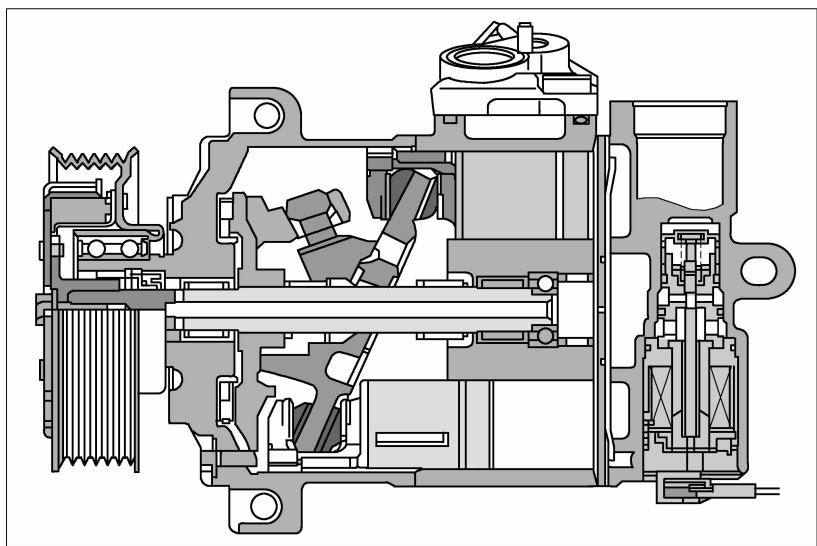

图 3-3 外部调节式空调压缩机
(1) 特征 采用可变排量以适应制冷功率需求;无电磁离合器和集成式卡止保护功能的带轮传动机构;用于调节压缩机(图 3-3)内压力比例的调节阀。
(2) 功用 IHKA 控制单元无级控制压缩机内的调节阀。系统根据通风温度、车外温度、车内温度以及蒸发器规定温度和实际温度,通过脉冲宽度调制电压信号改变压缩机曲柄箱内的压力比例。斜盘的倾斜位置随之改变,因此确定了排量和制冷功率。即使空调系统已关闭,多楔带也会带动压缩机继续转动。